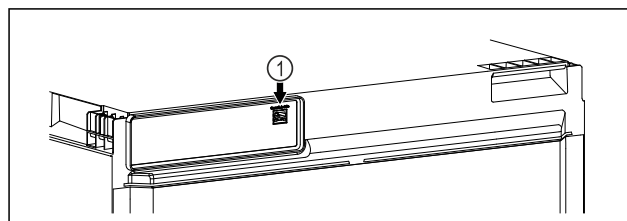

Fig. 18
- SmartModule Fig. 18 (1) è inserito.